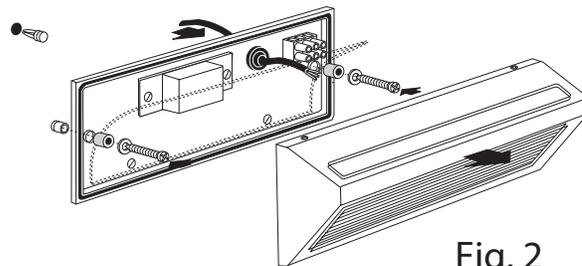

Fig. 2
- Insert the supply cable through the cable clamp placed on the back of the components plate (fig. 2).
- Fix the components plate to the wall with the screws, dowels and rubber packings (fig. 2).
- Inserire il cavo di alimentazione attraverso il pressacavo posto sul retro della piastra componenti (fig. 2) .
- Fissare la piastra componenti alla parete tramite viti, tasselli e guarnizioni in gomma in dotazione (fig. 2) .
- Insérer le câble d'alimentation à travers le presse câble placé sur le derrière de la plaque composants (fig. 2) .
- Fixer la plaque composants au mur avec les vis, tampons et garnitures en caoutchouc fournies (fig. 2)
- Das Stromkabel durch die hinten an der Bauteileplatte angebrachte Kabelklemme führen (Abb. 2) .
- Die Bauteileplatte mit den beiliegenden Schrauben, Dübeln und Gummidichtungen an der Wand befestigen (Abb. 2).
- Insertar el cable de alimentación por el sujetacables situado en la parte trasera de la placa porta-componentes (fig. 2).
- Fijar la placa porta-componentes a la pared mediante los tornillos, los tacos y las juntas de goma suministrados (fig. 2).